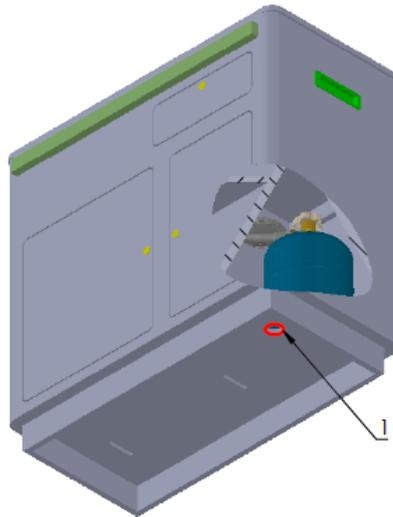

Abb. 16
- **Belüftung:** Der Bereich, in dem die Flasche gelagert wird, muss belüftet sein, um im Falle eines Lecks den freien Gasfluss zu gewährleisten. Die Sicherheitsöffnung (**Abb. 16, 1**) **nicht abdecken**